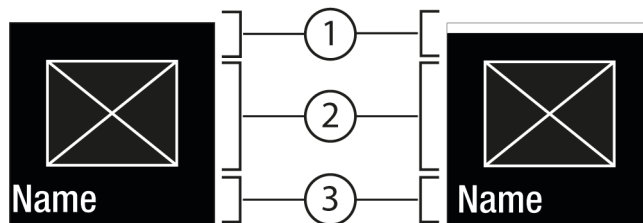
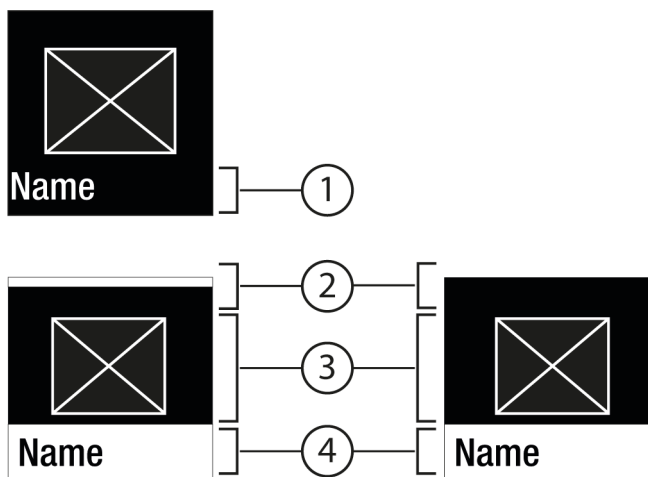

Fig. 6
Fig. 7
- Pomocou Potvrdiť Fig. 5 (2) vyvolajte podmenu Fig. 7 (4).
- Nastavenie novej hodnoty: Pomocou Potvrdiť Fig. 5 (2) vyberte deaktivovanú hodnotu Fig. 6 (1).
- Späť na menu: pomocou Potvrdiť Fig. 5 (2) vyberte už aktivovanú hodnotu Fig. 6 (2).
▷ Stav: aktivovaná Fig. 6 (1) sa krátko objaví v podmenu Fig. 7 (4).